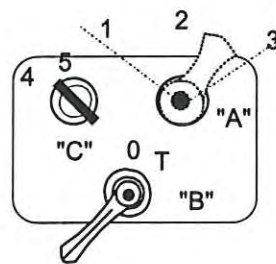

FIG.3
- Fig.3: La llave B está colocada en la posición "T" (pantógrafos y condensadores de filtro BVR), queda puesto a tierra el equipo de alta tensión a través del seccionador (51BVR) y se descargan los condensadores de filtro.